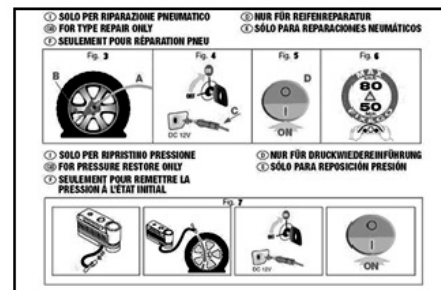

рис.15
□ буклет **рис.15**, содержащий информацию необходимую для правильного применения комплекта быстрого ремонта. Буклет следует передать персоналу, который должен будет выполнять такого рода работы;